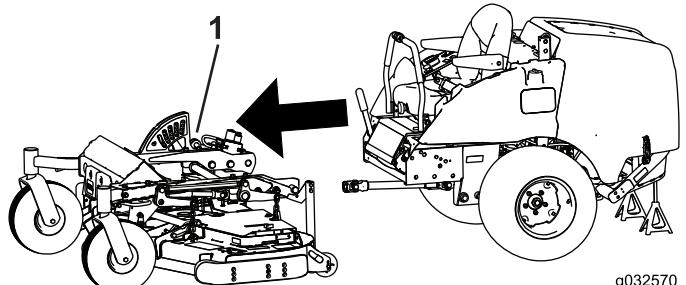

Bild 59
8. Rollen Sie den Sommerrahmen nach vorne und bewahren ihn für die saisonale Umrüstung auf (Bild 59).